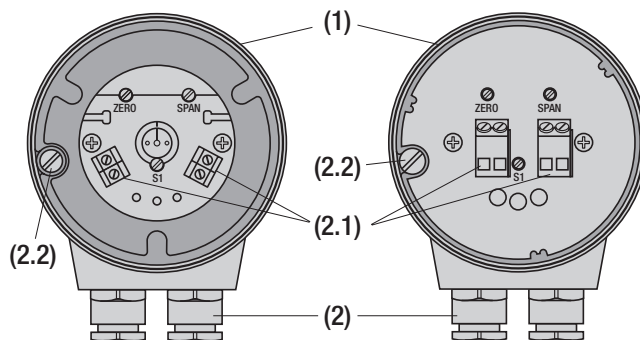

Bild 7. Gehäuse (1), Deckel abgenommen, mit Klemmen (2.1) sowie Erdungsanschluss (2.2) und Stopfbuchsen (2).
**Achtung!** Die Schraubklemmen (2.1) Bild 7 führen Strom.
Achtung! die Schraubklemmen (2.1) Bild 7 führen Strom.